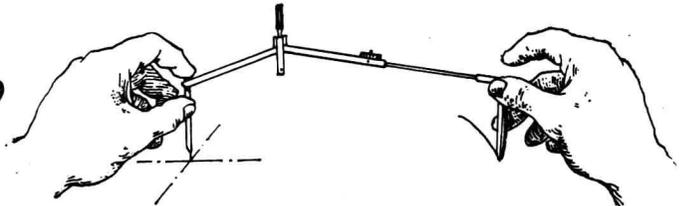

图 1-8
1.圆规是画圆用的工具（图1-8）。在画圆时，应使针尖固定在圆心上，尽量不使圆心扩大。